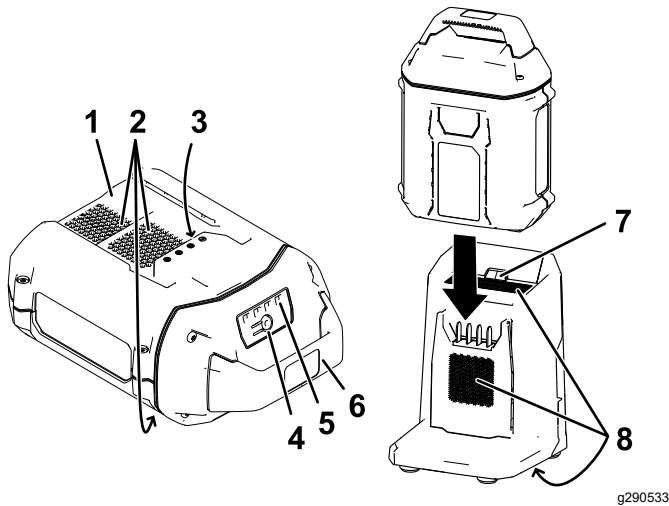

Figura 19
2. Aliniați canalul acumulatorului (Figura 19) cu limba încărcătorului.
3. Glisați acumulatorul în încărcător până când este fixat corespunzător (Figura 19).